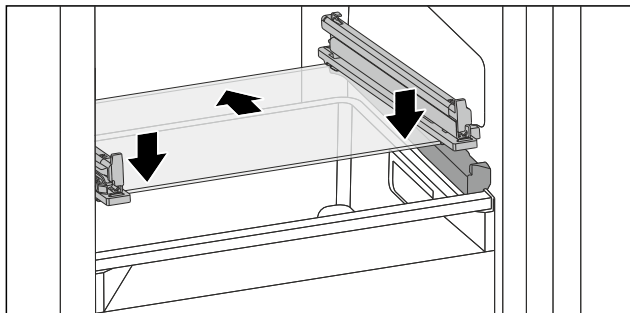

Fig. 134 Staklena ploča nagibne ladice
- Stavite ladicu ukoso iza zaustavljača. (pogledajte Fig. 134)